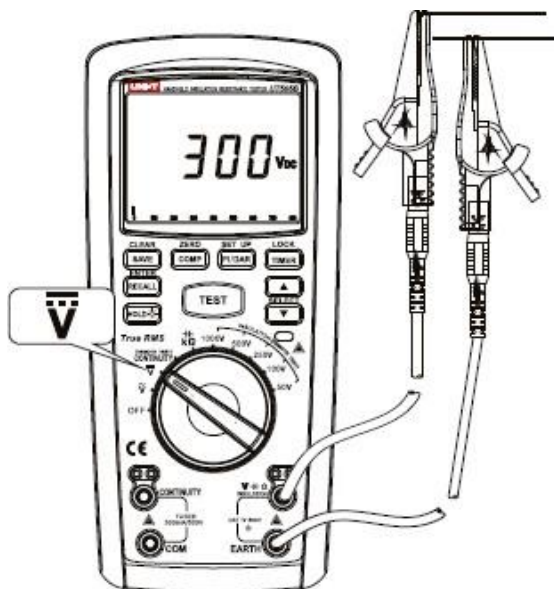

Fig. 5 Masurarea tensiunilor DC
2. Masurare tensiuni DC (vezi fig.5)
Pentru a masura tensiuni, procedati astfel (vezi fig.5):